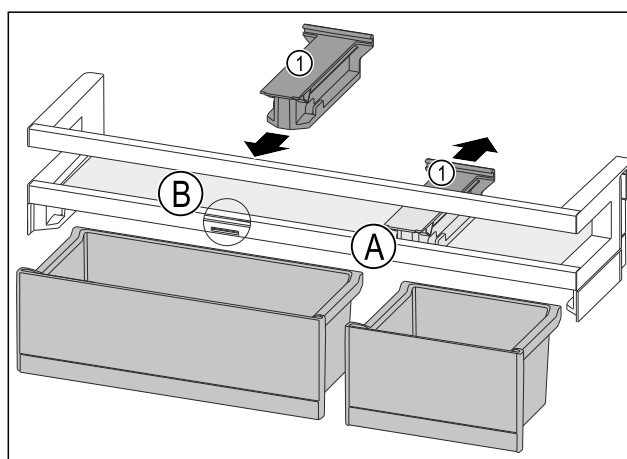

Fig. 150
- Retirer la pièce de retenue Fig. 150 (1) en position Fig. 150 (A) vers l'arrière.
- Mettre la pièce de retenue Fig. 150 (1) en position Fig. 150 (B).